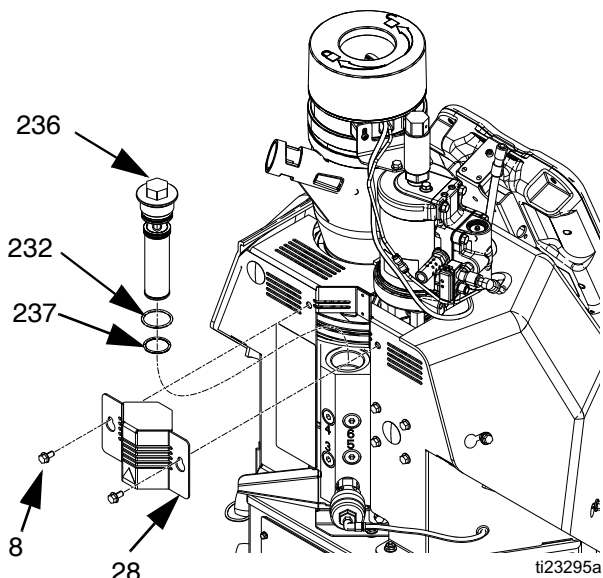

FIG. 23
4. Afloje los dos tornillos (8) y luego deslice la pequeña cubierta de metal (28) en la parte posterior del sistema hacia arriba para extraerla. Consulte la FIG. 23.
5. Use un tubo de 1 pulg. para desatornillar el filtro de salida (236).
6. Introduzca una llave Allen por la tapa del filtro de salida para sacar el filtro de salida (236) del sistema.
8. Coloque las juntas tóricas (232, 237) suministradas con el nuevo filtro de salida en el nuevo filtro de salida (236).
10. Instale la pequeña cubierta de metal (28) sobre el filtro de salida y luego ajuste los dos tornillos (8).